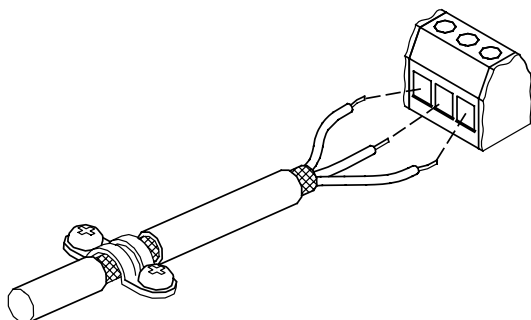

Рис. 43 Пример оголённого экранированного кабеля
- По возможности, оставляйте экран как можно ближе к соединительным клеммам. См. рис. 43.